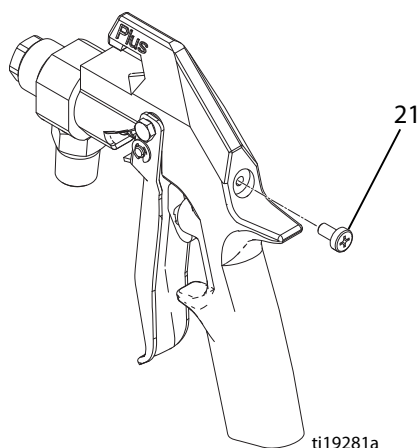

Рис. 18
8. Если винт натяжения пружины (21) был извлечен, установите его в заднюю часть пистолета. Затем поворачивайте винт до упора. См. Рис. 18.